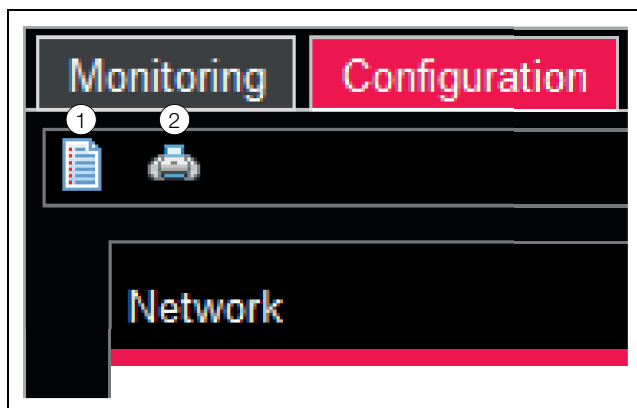

Fig. 32 : résumé des réglages actuels
Lorsque le système complet « Processing Unit » est sélectionné il est possible, avec les deux boutons de commande dans la partie supérieure de l'onglet **Configuration**, d'afficher (bouton de commande de gauche fig. 32, pos. 1) ou d'imprimer (bouton de commande de droite fig. 32, pos. 2) un résumé des réglages actuels.